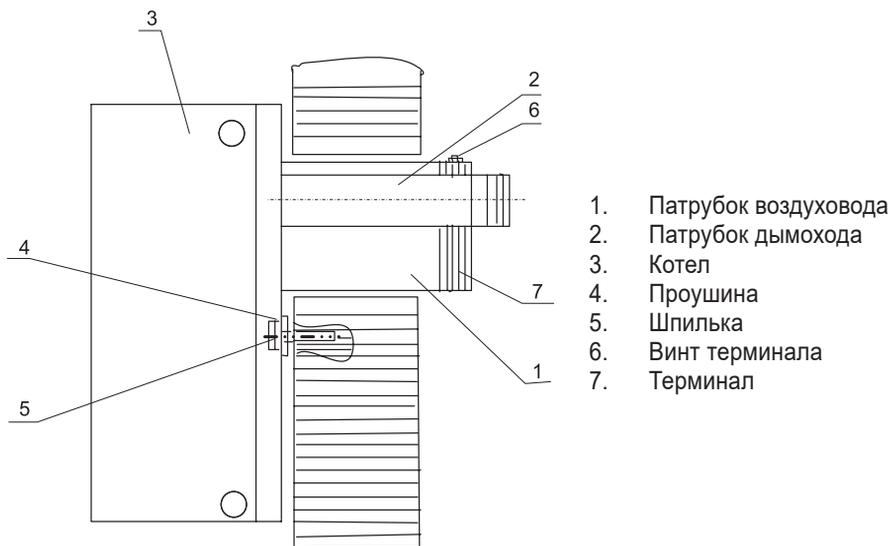

**Рисунок 3. Схема автоматики принципиальная**
- 5.5. Котел укомплектован газогорелочным устройством с термоэлектрической автоматикой регулирования и безопасности. Схема приведена на рис.3. Автоматика имеет стабилизатор давления газа перед основной горелкой, режим «малое пламя» и пьезорозжиг. Автоматика состоит из электромагнитного клапана, терморегулирующего клапана, манометрического сильфона, капиллярной трубки, термобаллона.
- 7.1. Проверьте, чтобы газовый кран перед котлом был в положении «закрыто». Ручка управления 2 была установлена до упора поворотом по часовой стрелке в позицию «выключено» (●). (рис.3)